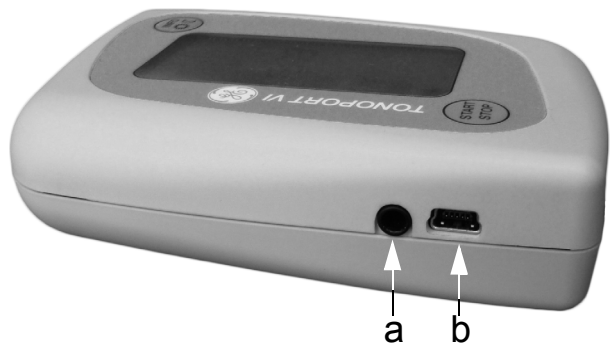

Fig. 5-1 Tilkobling for PC-kabel
- via kabel 2001589-040, hvis USB-porten på TONOPORT VI brukes (**b**, Fig. 5-1)
- via kabel 2001589-011, hvis serieporten på TONOPORT VI brukes (**a**, Fig. 5-1)
For å kunne bruke USB-porten på TONOPORT VI (b, Fig. 5-1), må du installere USB-driveren og sjekke kommunikasjonen som beskrevet nedenfor.